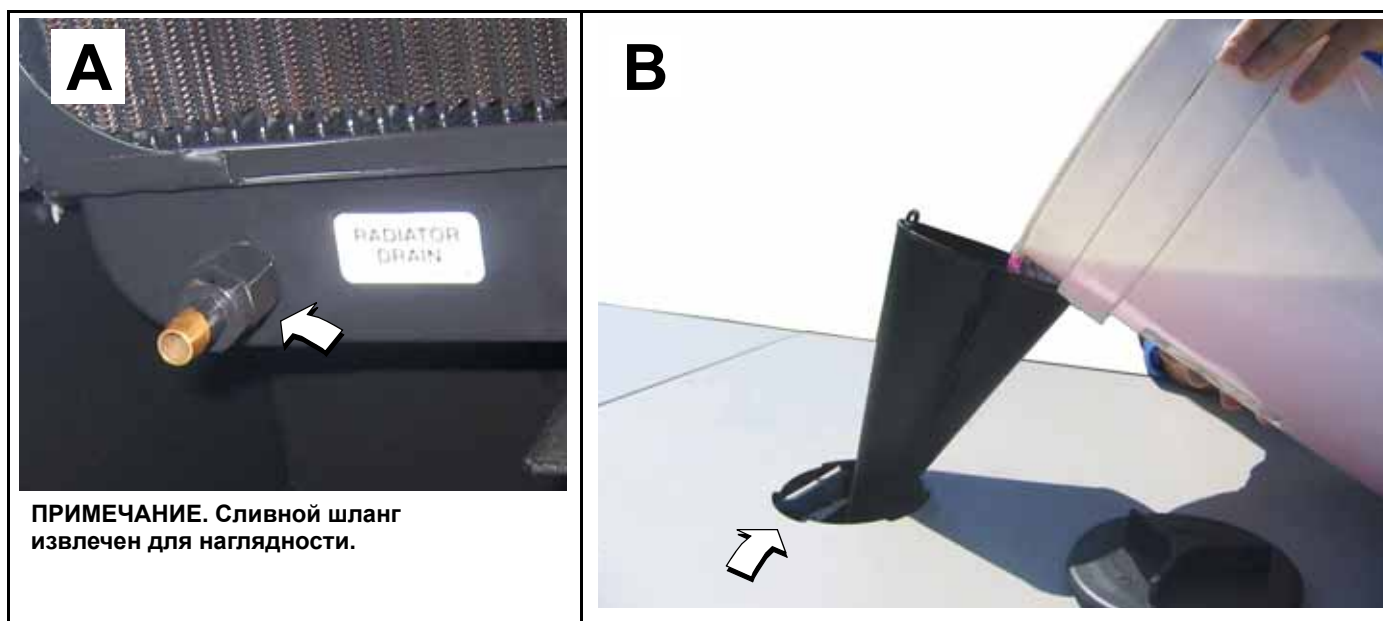

Рис. 5-14. Слив/наполнение системы охлаждения
- Поверните шестигранную гайку, чтобы открыть сливной кран. См. пункт «А» на Рис. 5-14
- Вставьте воронку в заливную горловину радиатора. См. пункт «В» на Рис. 5-14